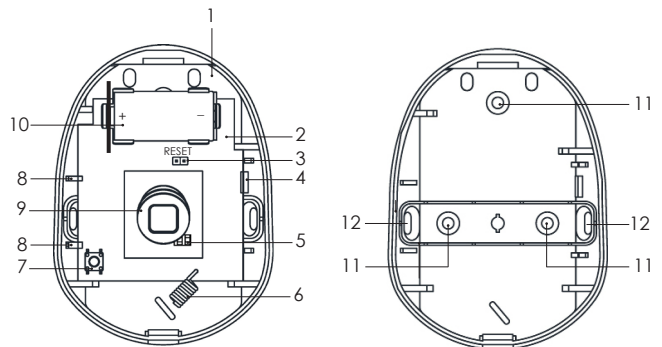

Рисунок 2
- извлеките печатную плату (рис.2, поз.2), отжав удерживающий ее фиксатор (рис.2, поз.4);
- просверлите в основании корпуса отверстия (рис. 2.б), которые будут использоваться для крепления датчика;